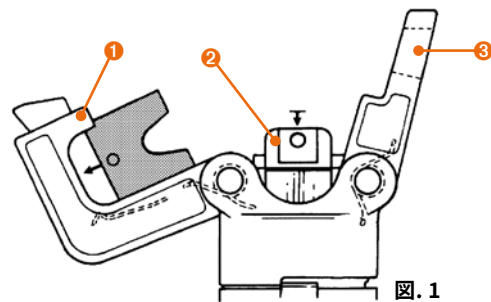
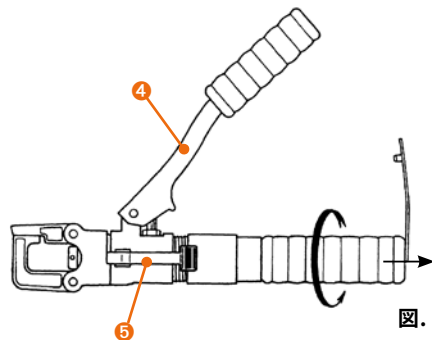

図. 1
図. 2
注: 圧着コンタクトは、表に記載された断面積の可とう銅電線と圧着ダイスを使用した圧着専用となります。これらに適合しない組み合わせでコンタクト、電線、圧着ダイスをお選びになりますと、物理的にサイズが合わない(例: 35 mm2 コンタクトは、CGD 25 C 圧着ダイスを使用しても、工具のヘッドが閉りません)、不適切な圧着接続となります。圧着ダイス用台座①が解除されるまで、ダイス固定フック②を外側へ動かし、工具のヘッドを開きます。コンタクトに適合するダイス1組を選び、図1、図2をご参照の上、ダイスを各取り付け部に装着します。1つをダイス用台座①へ、もう1つをダイス押し台座②に取り付けます。(ダイスの各組のダイスは同じ形をしていますので、いずれの台座へも取り付け可能です)コンタクトをロケーター先端から入れ、ヘッドを閉じて下さい。コンタクト圧着部は、ダイスとダイスの間の開口部からのアクセスが可能です。ハンドル固定ベルトをハンドルから外し、可動ハンドル④を解除して下さい。次の操作に移る前に、工具への損傷を防ぐため、ヘッドが完全に閉じていることを確認して下さい。工具のヘッドは180°回転しますので、最も作業しやすい姿勢で操作を行っていただくことができます。